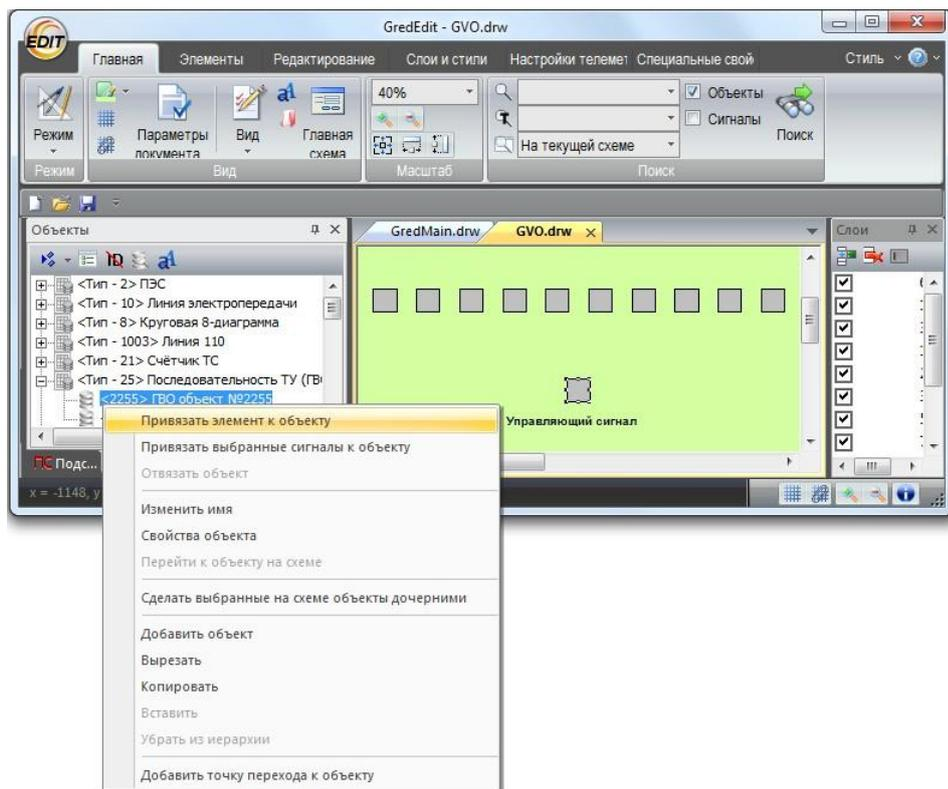

Рисунок 423 – Привязка управляющего ТС к объекту
– привязать управляющий ТС к объекту с типом <25>. Для этого потребуется выделить в документе управляющий ТС. Затем в окне «Объекты» найти тип объекта <Тип-25> Последовательность ТУ (ГВО) и выделить один из объектов (например, <2255> ГВО объект №2255) относящихся к нему левой кнопкой мыши. Вызвать контекстное меню кликом правой кнопки мыши по объекту и выбрать пункт «Привязать элемент к объекту» (рисунок 423).